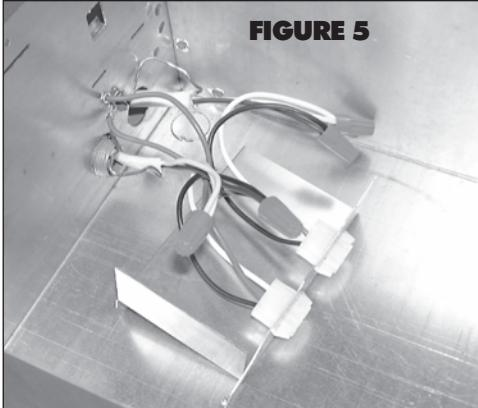

FIGURE 5
7. Connect the supply wiring to the fan wiring using approved wire nuts: black to black and white to white. Connect ground wire to green grounding screw on side of housing. Repeat wiring to second plug for light.(Fig.5).
7. Conecte el alambrado de suministro al alambrado del ventilador usando tuercas colectoras aprobadas: negro a negro y blanco a blanco. Conecte el alambre a tierra con el tornillo verde para conexión a tierra en el costado del bastidor. Repita el alambrado para la lámpara al segundo enchufe (Fig. 5).
7. Brancher le fil d'alimentation au câblage du ventilateur en se servant décrous pour fils électriques approuvés : noir avec noir, blanc avec blanc. Brancher le fil de mise à la terre à la vis de mise à la terre (de couleur verte) sur le côté de l'enveloppe. Répéter la procédure (câblage) pour le système déclairage (Fig. 5).